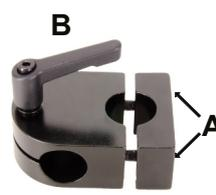

Abb. 2
- 1 x Halterung für 22 oder 25 mm Rohrdurchmesser (**Abb. 2**) **oder**
2. Montieren Sie zunächst die Halterung (je nach Modell **Abb. 2** oder **3**) am Schiebegriff oder der Schiebbestange des Rollstuhls. Lösen Sie dafür die Innensechskantschrauben (**A**) mit dem mitgelieferten Sechskantschlüssel, legen Sie die Schelle um das Rollstuhlrohr und ziehen Sie die Schrauben fest. Bei der Halterung für die Modelle 22 und 25 können Sie die Klemmhebelschraube (**B**) bei Bedarf einfetten, um das Festziehen zu erleichtern. Bei der Halterung für die Modelle 19, 20 und 23 (**Abb. 3**) muss die schwarze Gummischeibe, die sich in der Aluminiumschelle befindet, zwischen der Schelle und dem Rollstuhlrohr platziert werden, um ein Verrutschen der Halterung zu verhindern. Ziehen Sie die Schrauben so fest, dass die Halterung sich am Rohr nicht mehr drehen kann. Ziehen Sie die Schrauben nach einigen Tagen noch einmal nach.